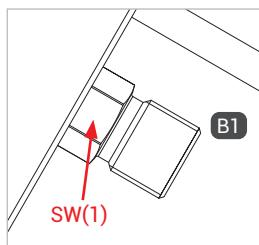

Figure 1
- ▶ Lors du montage du flexible de remplissage, exercez une contre-pression sur le méplat SW (1) (*Figure 1*) à l'aide d'une clé plate.
- ▶ Vissez hermétiquement l'entrée fluide « B1 » à l'embout de raccordement du flexible de remplissage (*Figure 1*). Voir le tableau ci-dessous pour les couples de serrage.